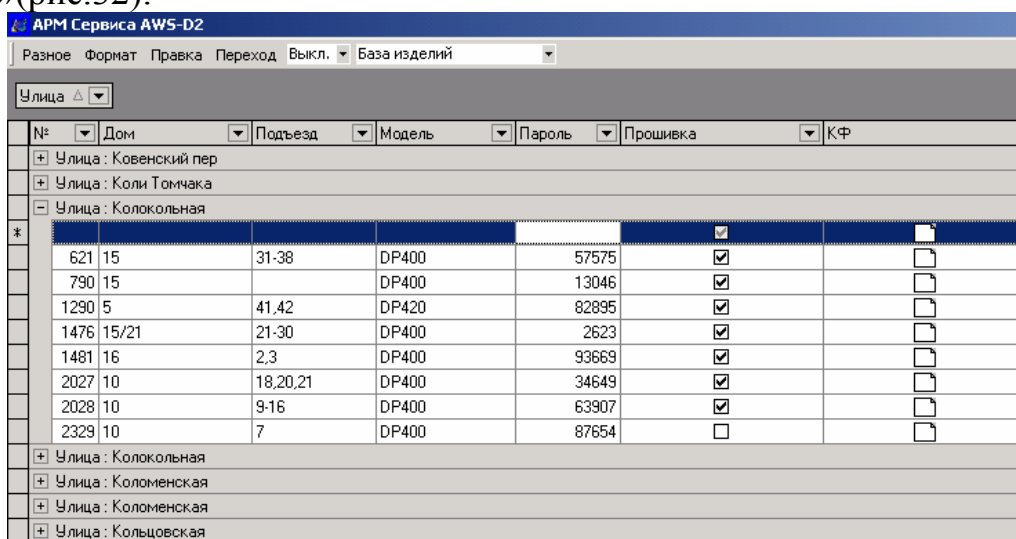

Рис.32 Группировка таблицы по полю «Улица» при добавлении новой записи.
- выбрать из списка необходимую улицу и нажать клавишу «Insert»(рис.32):
По умолчанию *сортировка записей* в таблице происходит по полю «№». Также можно сортировать записи по любому полю. Для этого достаточно щелкнуть мышкой по заголовку колонки. На заголовке появится серый треугольник вершиной вверх, что означает сортировку записей таблицы по этому полю по возрастанию. Щелкнув на том же поле второй раз, получим сортировку по убыванию, что будет индцировать серый треугольник вершиной вниз. Возможна сортировка по нескольким полям одновременно при помощи алгоритма группировки (см. рис.32...34) или при помощи клавиши «Shift».